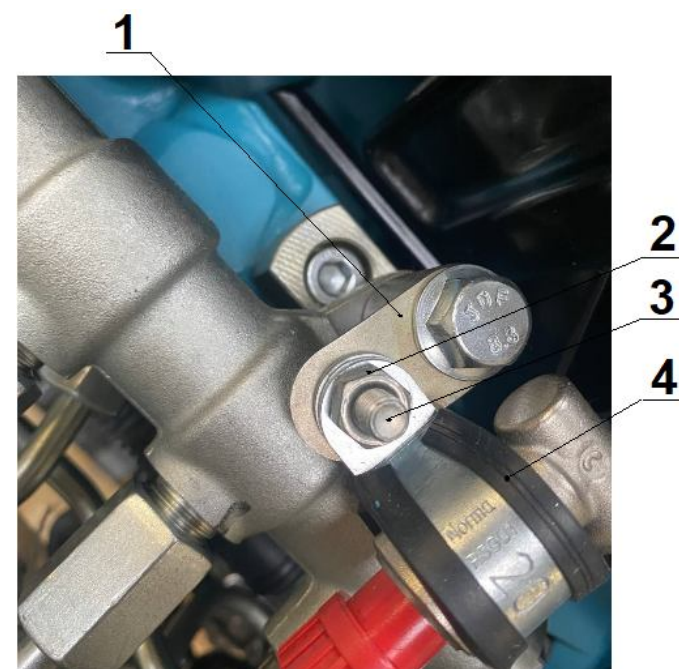

Рис. 2
3. Закрепить трубку слива топлива с двигателя с помощью хомута (поз. 4, рис. 2) к кляммеру используя болт М6 (поз. 3) с гайкой (поз.2). Затянуть гайку с моментом 8 до 10 Н·м